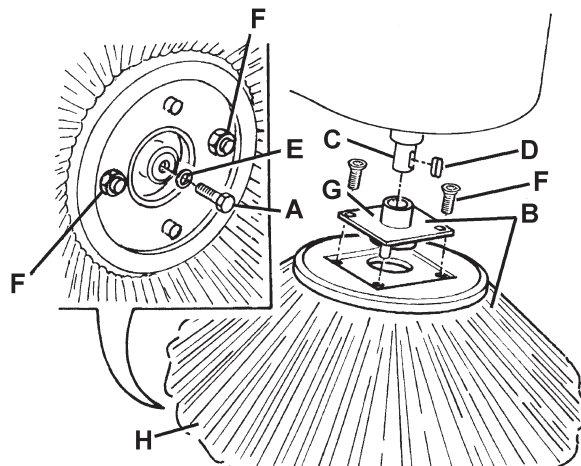

Abbildung 11
1. Das Gerät auf ebenem Untergrund abstellen und Feststellbremse mit dem Pedal (82) und dem Hebel (75) betätigen.
2. Zündschlüssel (69) in Stellung 0 drehen.
3. Betreffenden Seitenbesen mit dem Hebel (77) oder (78) anheben.
4. Schraube (A, Abb. 11) in der Mitte des Seitenbesens herausdrehen. Seitenbesen (B) von der Welle (C) lösen und zusammen mit der Nabe (B) abnehmen.
5. Die beiden Schrauben mit Muttern (F, Abb. 11) auf einer Werkbank entfernen und Nabe (G) vom Besen (H) abnehmen.
6. Den neuen Seitenbesen (H, Abb. 11) auf der Nabe (G) anbringen und die Schrauben mit Muttern (F) anziehen.
7. Keil (D) anbringen und den neuen Seitenbesen mit Nabe (B, Abb. 11) einbauen. Unterlegscheibe (E) anbringen und Schraube (A) eindrehen.